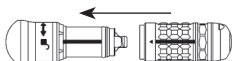

Afbeelding 1
1. Draai de vergrendelingshuls van het hulpstuk totdat de pijl is uitgelijnd met "ADJUST" (afbeelding 1).
3. Draai de vergrendelingshuls van het hulpstuk totdat de pijl is uitgelijnd met "RUN" (afbeelding 1).
1. Draai de vergrendelingshuls van het hulpstuk totdat de pijl is uitgelijnd met "CUTTER" (afbeelding 1).
3. Draai de vergrendelingshuls van het hulpstuk totdat de pijl is uitgelijnd met "TUBE" (afbeelding 1).